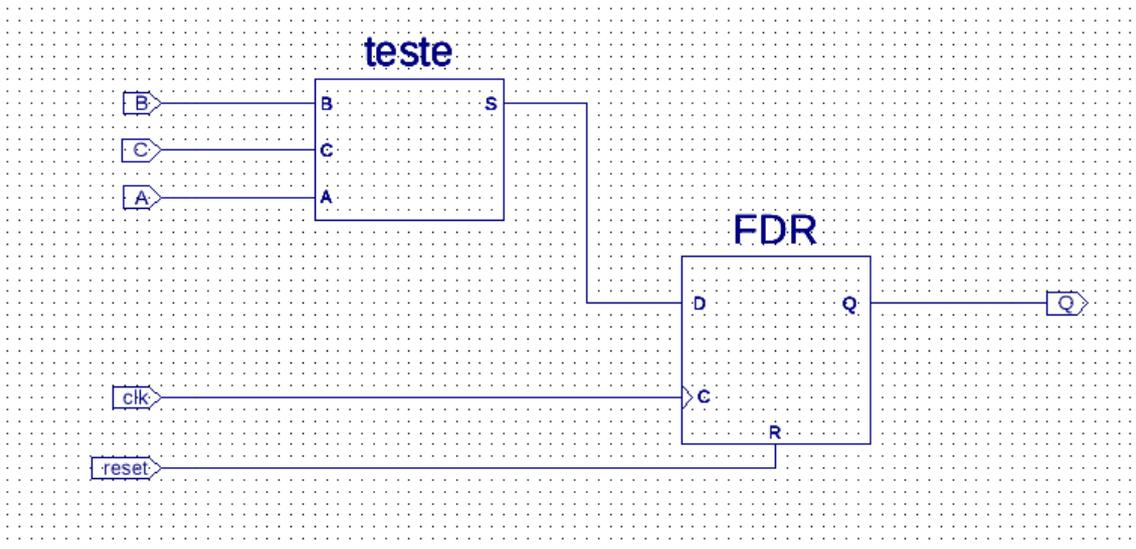

Figura 16 - Exemplo de um esquema constituído por um flip-flop com reset síncrono com o sinal de relógio (clk) e pelo circuito teste.
- 4 A Figura 16 ilustra um exemplo de um circuito consituído pela “porta lógica” `teste`, acabada de criar.